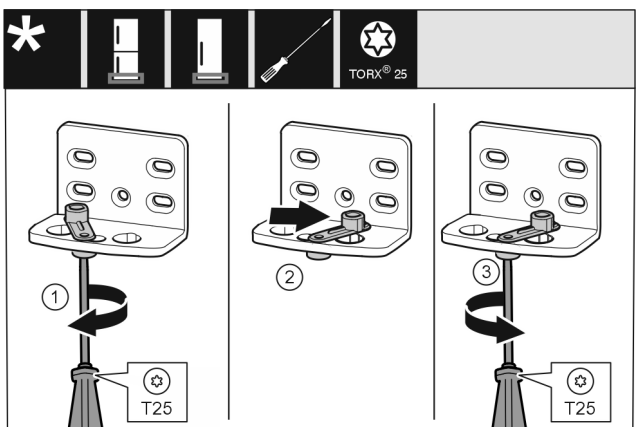

Fig. 13
- ▶ Vijake Fig. 13 (1) rahlo privijte z izvijačem.
- ▶ Privzdignite pripomoček za zapiranje vrat Fig. 13 (2) in ga v luknji zavrtite za 90° v desno.
- ▶ Zategnite vijak Fig. 13 (3) z izvijačem.